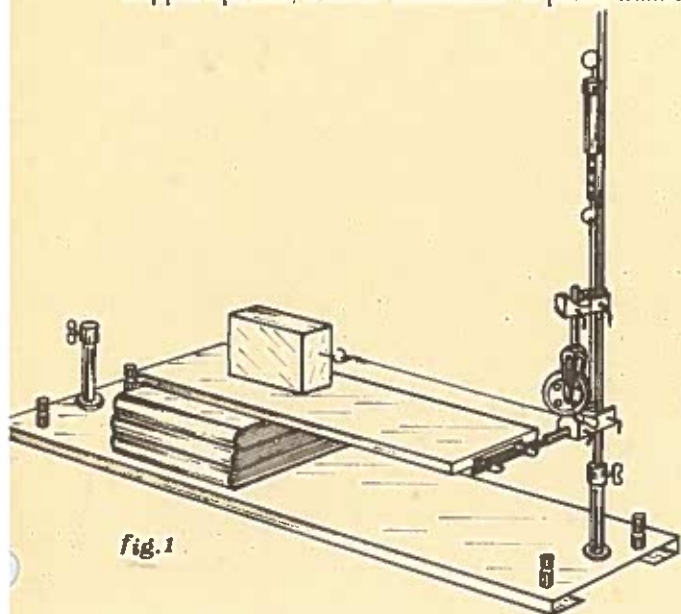

fig. 1
Montaggio: (V. fig. 1)
- Agire sulla carrucola e rendere il cordino perfettamente parallelo al piano. (fig. 1).